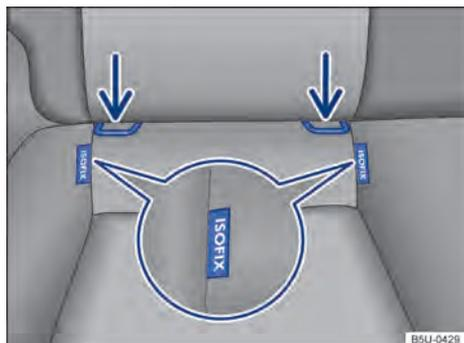

Fig. 36 En el asiento del vehículo: identificación de los puntos de anclaje inferiores de asientos para niños.
Los 2 ojalos de retención para cada asiento para niños con el sistema ISOFIX pueden alcanzarse entre el respaldo y el asiento de la banqueta trasera → fig. 36.
Los 2 ojalos de retención para cada asiento para niños con el sistema ISOFIX pueden alcanzarse a través de las hendiduras del revestimiento de la banqueta trasera → fig. 36.
- Alejar lateralmente el cinturón de seguridad y colocar el asiento para niños en los ojales de retención → fig. 36 indicados por las flechas. El asiento para niños debe engancharse de forma segura y audible (clic).
- Colocar el asiento para niños sobre la superficie del asiento, alejar lateralmente el cinturón de seguridad y enganchar los cinturones de seguridad en los ojales de retención → fig. 36, si los cinturones de fijación se proveen junto con el asiento para niños.